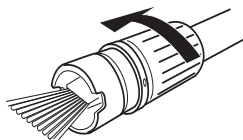

Rys. 6
> Docisnąć lancę ciśnieniową (1) w kierunku gniazda przyłącza lancy (2a) (Rys. 6, krok 1) i obrócić ją przekręcając ją w kierunku przeciwnym do ruchu wskazówek zegara, aby ją usunąć (Rys. 6, krok 2).